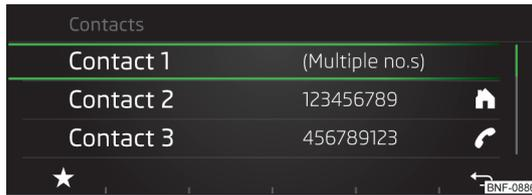

Fig. 110
- Pulsando la tecla de función ☆ » fig. 110 se muestra un menú para guardar los contactos preferidos » pág. 94, *Contactos preferidos (Favoritos)*.